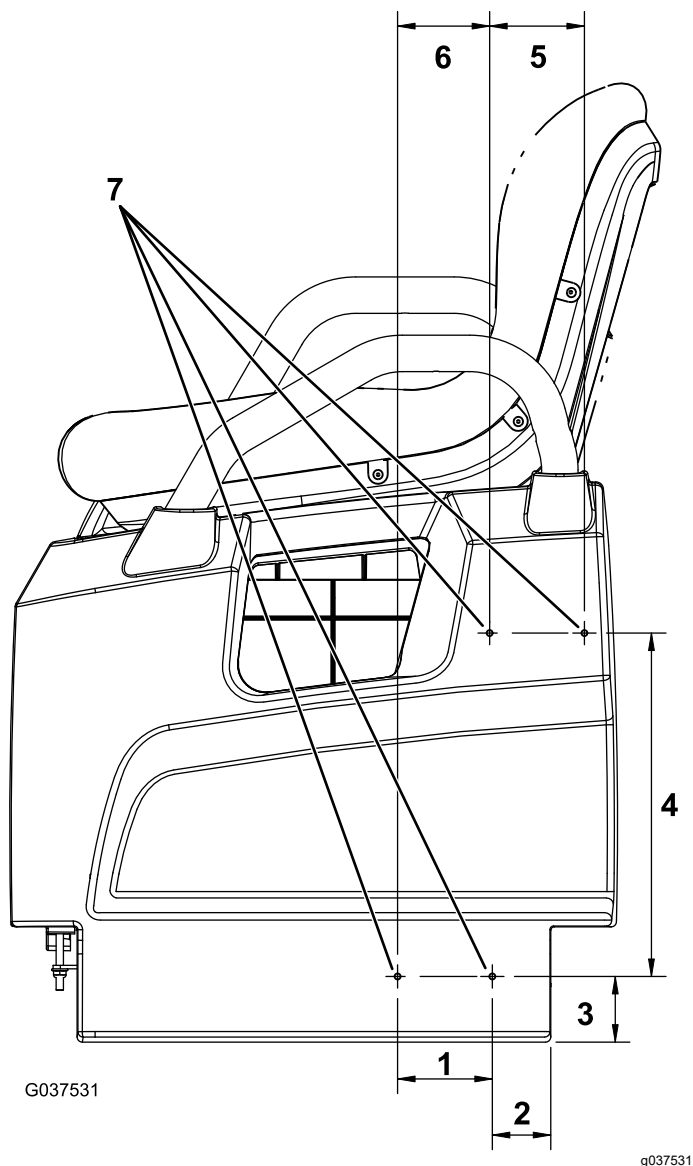

图 10
1. 在机器的左侧从座椅底座侧面的左侧底部向上测量出 51mm 并标记此位置图 10。
2. 在该位置的正上方测量出 57mm 并标记该位置图 10。
3. 从步骤 2 中标记位置的左侧向右测量出 83mm 并标记此位置图 10。
4. 从步骤 3 中标记位置的左侧向右测量出 80mm 然后从此位置直接向上测量出 299mm 并标记此位置图 10。
5. 从步骤 4 中标记位置的右侧向左测量出 83mm 并标记此位置 图 10。
6. 分别在 4 个标记的位置钻一个 5mm 的孔 图 10。